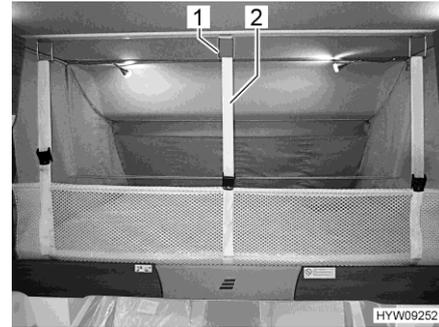

Bild 107 Sicherungsnetz (Hubbett)
- Sicherungsgurte (Bild 107,2) lösen und Sicherungsnetz unter die Matratze legen.
- Die Sicherungsgurte (Bild 107,2) in die Haken (Bild 107,1) an der Decke einhängen.